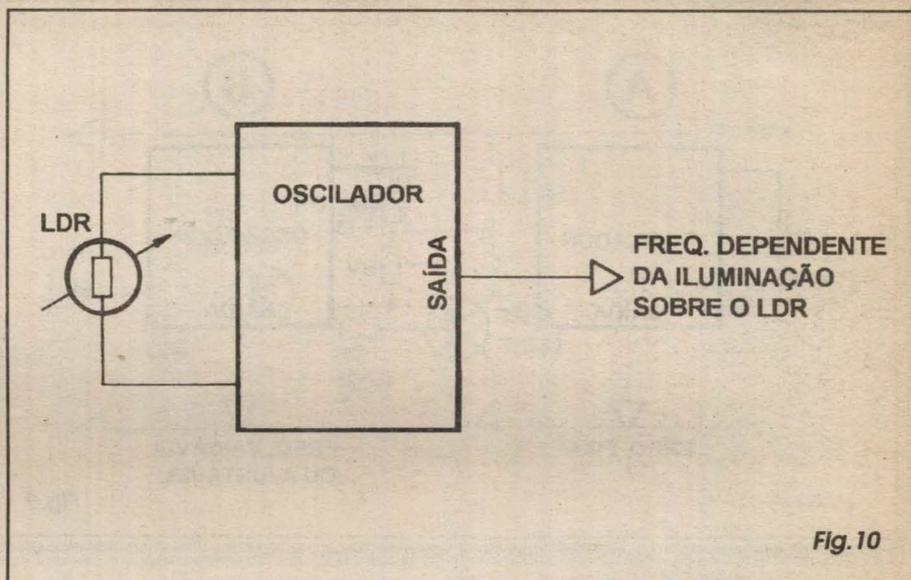

Fig. 10
- FIG. 10 - Potenciômetros e trim-pots são, obviamente, resistores *manualmente* variáveis... Entretanto, dentro dos componentes eletrônicos já conhecidos pelo leitor/aluno, existem alguns que permitem interessantes controles *automáticos*, através da variação dos seus valores resistivos determinadas por fatores externos ou *influências energéticas*, como a Luz, a Temperatura, etc. No caso do exemplo, um resistor dependente da luz (LDR, já estudado...) substitui - literalmente - o resistor R da rede determinadora de frequência de um astável, com o que esta se tornará também dependente da intensidade da iluminação ambiente, ou mesmo da luz diretamente aplicada sobre o citado LDR...! Em alguns casos, de modo a adequar o valor *médio* da resistência aplicada ao circuito, pode tornar-se necessária a inclusão de um resistor fixo extra, seja *em série*, seja *em paralelo* com o LDR... É bom não esquecer (e isso vale também para os exemplos anteriores...) que nas redes determinadoras de frequência existe um *outro* componente também responsável pelo *rítmo* da oscilação: o capacitor, através de cujo valor é possível *trazer* a faixa de trabalho para a gama ou ponto desejado (qualquer que seja o valor $\delta hmico$ circunstancialmente assumido pelo LDR, no caso...). Em tempo: a mera substituição do LDR por um termistor NTC, no diagrama sugerido, tornará a frequência do oscilador dependente da *temperatura* ambiente (ou diretamente aplicada sobre o NTC, que é um resistor Dependente da Temperatura...!)